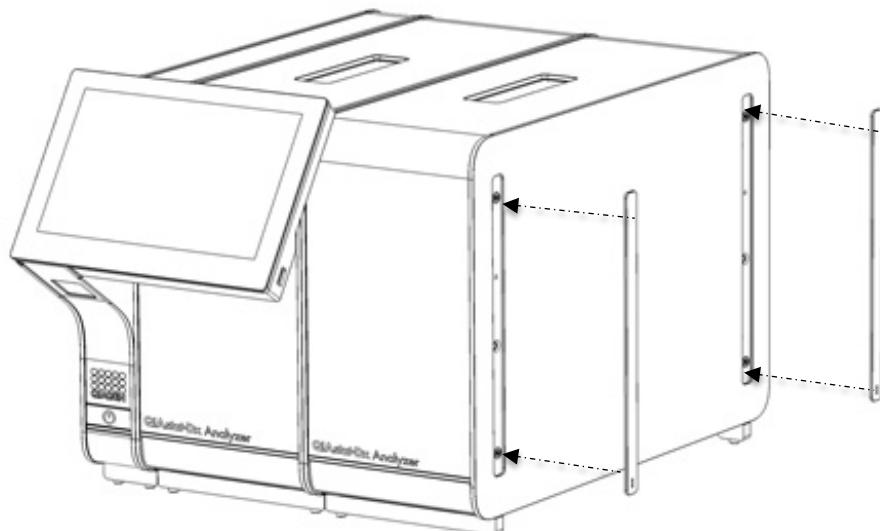

Figura 17. Ricollegamento dei coperchi di protezione sul lato del modulo analitico aggiuntivo.
5. Riapplicare i coperchi di protezione sul lato del modulo analitico aggiuntivo (Figura 17).